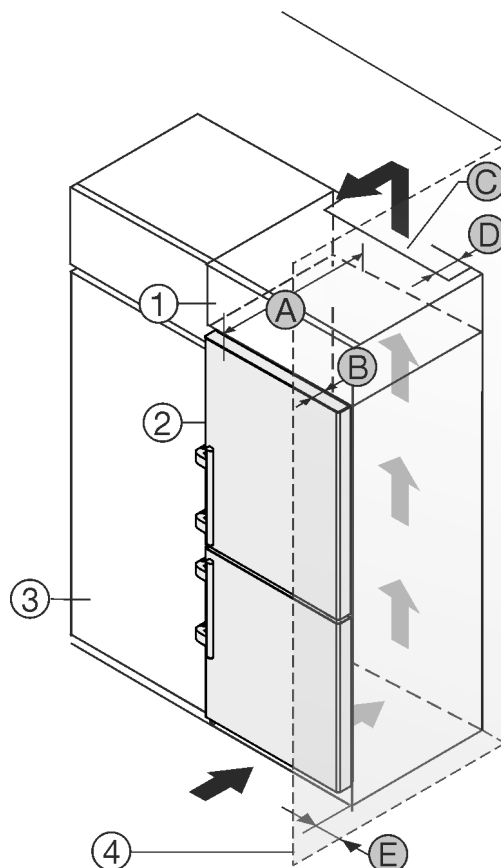

Fig. 2
- (1) Nasadni ormar *
- (2) Uređaj *
- (3) Kuhinjski ormar *
- (4) Zid *
- (A) Dubina uređaja *
- (B) Dubina vrata *
- (C) Ventilacijski presjek *
- (D) Udaljenost od stražnje strane uređaja *
- (E) Udaljenost od bočne strane uređaja *
Uređaj možete postaviti neposredno pored kuhinjskog ormara *Fig. 2 (3)**.
Na stražnjoj strani visećeg ormara treba postojati otvor za odzračivanje dubine *Fig. 2 (D)* po cijeloj širini visećeg ormara.*
Ispod stropa prostorije treba poštovati ventilacijski presjek *Fig. 2 (C)**.
Kada se uređaj postavlja s okovima pored zida *Fig. 2 (4)*, razmak između uređaja i zida mora iznositi najmanje 57 mm . To odgovara stajanju ručice kod otvorenih vrata.*
Kako biste vrata mogli potpuno otvoriti, uređaj mora biti za dubinu vrata *Fig. 2 (B)* ispred u odnosu na prednjicu kuhinjskog ormara. Ovisno o dubini kuhinjskih elemenata *Fig. 2 (3)* i uporabi zidnih odstoynika, uređaj može i dalje stršati.*